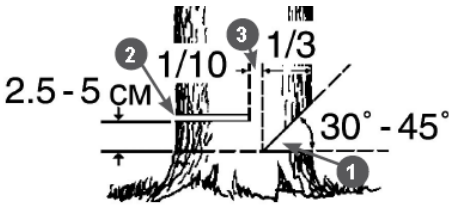

Рис. 11 Расположение запила, пропила и недопила
8. Начните пилить с той стороны дерева, куда оно должно упасть (Рис. 11). Сделайте запил 1 с той стороны, куда должно упасть дерево, глубиной примерно 1/3 диаметра ствола и под углом от 30 до 45 градусов (Рис. 11).
Ни в коем случае не допиливать до конца недопил 3 (Рис. 11), так как вы не сможете контролировать направление падения дерева.
9. Сделайте основной валочный пропил 2 с противоположной стороны, выше основания запила на 2,5-5 см. Между основным пропилом и запилом должно оставаться недопил 3 примерно 1/10 диаметра ствола. Вставьте своевременно клин в пропил. Недопил 3 действует как шарнир и позволяет контролировать падение дерева (Рис. 11).